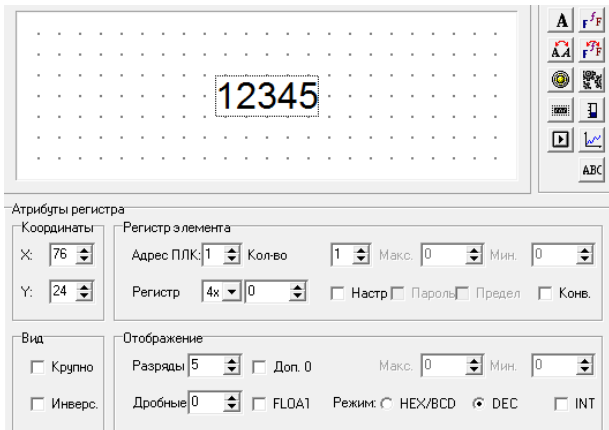

Рис. 4.13. Задание параметров области отображения параметров регистра
1. Нажать кнопку «Регистр ПЛК» (). В области экрана появится окно инструмента Регистр (см. рис. 4.13). В полях настройки следует указать: